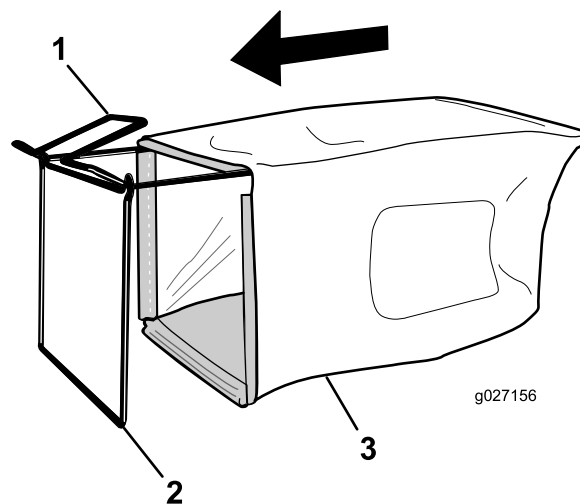

Figure 6
1. Glissez le bac sur l'armature, comme montré à la Figure 6.
**Remarque:** Ne faites pas passer le bac sur le guidon (Figure 6).